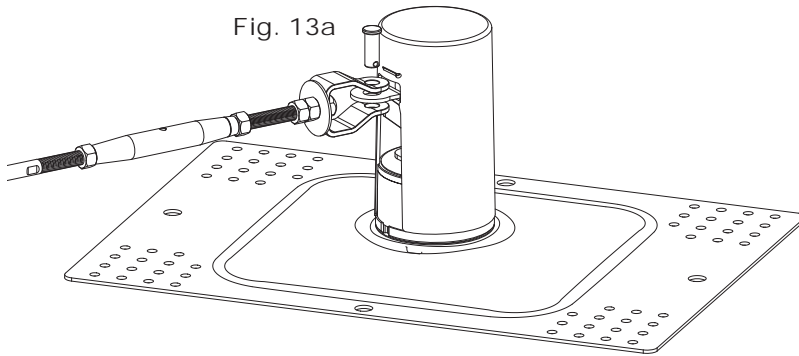

Fig. 13a
1. Fixez l'extrémité de la pièce de fixation du tendeur estampé au poteau pour toit en bout en alignant le maillon d'attache de l'extrémité de la pièce de fixation avec l'œillet d'ancrage dépassant du poteau pour toit et l'installation de l'axe épaulé fourni (voir fig. 13a).